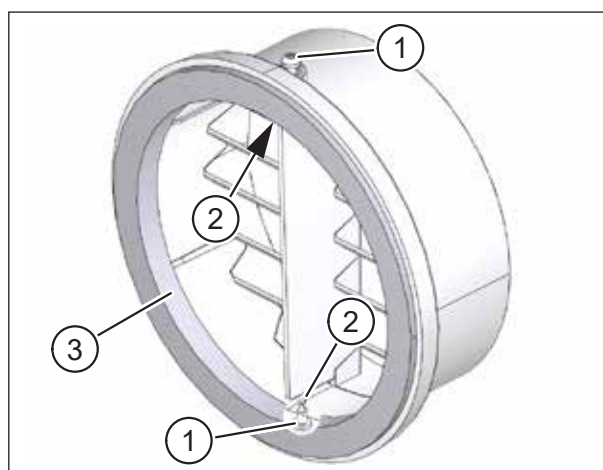

Fig. 21 : Appliquer la vaseline
- ▶ Dévissez les deux vis Torx (pos. 1 dans Fig. 21) des couvercles de façade jusqu'à ce que les pointes de vis disparaissent dans les trous (pos. 2 dans Fig. 21).
- ▶ Appliquez la vaseline fournie sur l'intérieur de la bague d'étanchéité noire (pos. 3 dans Fig. 21) des deux couvercles de façade.